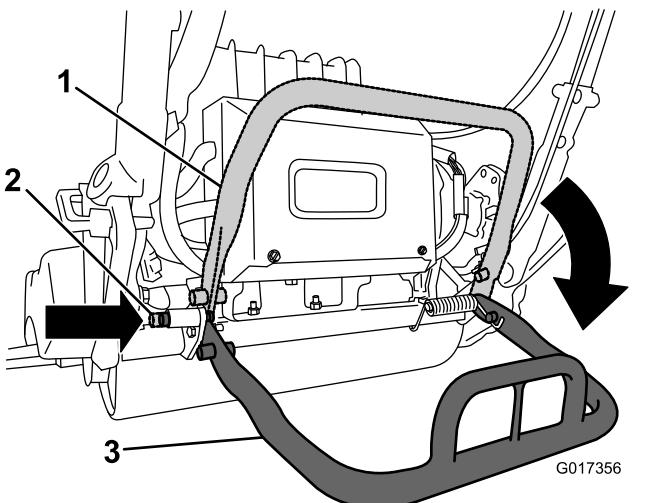

Bild 6
2. Senken Sie den Ständer ab und drücken den Arretierbolzen ein, um den Ständer in der WARTUNG-Stellung zu arretieren (Bild 6). Die Maschine sollte auf dem arretierten Ständer aufliegen.